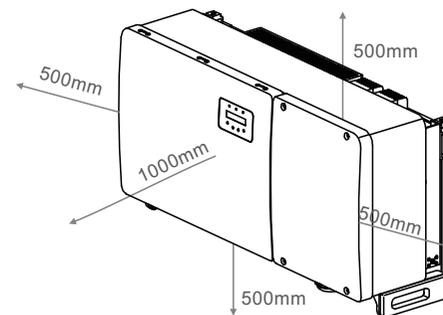

图3.1 逆变器的安装间隙
- 如果现场安装了多台逆变器，则每台逆变器与其他所有安装设备之间应保持至少500mm的间隙。逆变器底部至少应为500mm在地面或地板之上（见图3.1）。